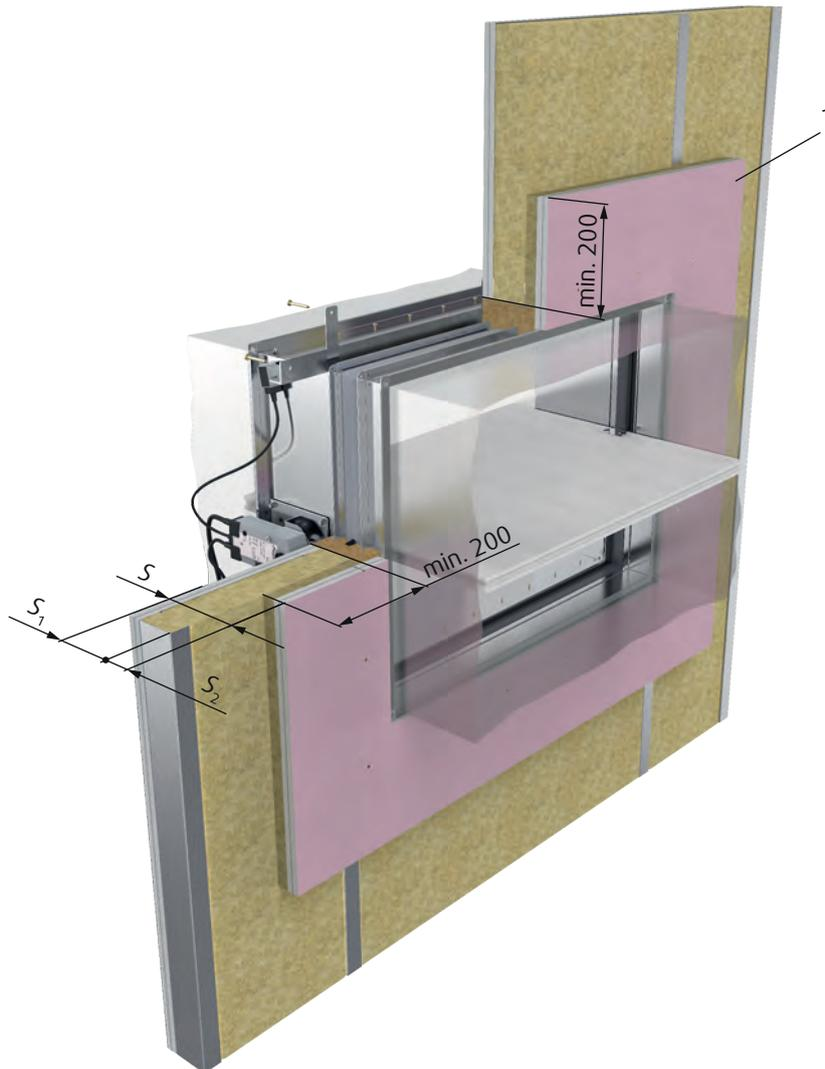

Abb. 23: Montage einer eckigen Brandschutzklappe in eine Wand, die schmaler ist als getestet.
Bei eckigen Brandschutzklappen ist die Öffnung über die Abmessungen  $B_1 \times H_1$  (s. Abb. 23) auszuführen.
3. Die Öffnung in der Leichtbau-Wand ist entsprechend den Normen für Gips-Wandbau-Platten zu Verstärken und der Innenumfang muss mit einer zweilagigen Gipskartonplatte mit einer Dicke von 12,5 mm ausgekleidet sein (s. Abb. 20 und Abb. 23).